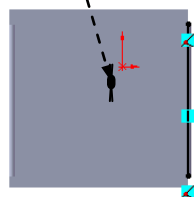

图 17.12.20 固定侧的位置
(4) 定义绘制的折弯参数。定义图 17.12.20 所示的固定侧; 单击 **折弯位置:** 选项中“材料在外”按钮 , 并在  文本框中输入值 90。
(5) 单击  按钮, 完成绘制的折弯 1 的创建。